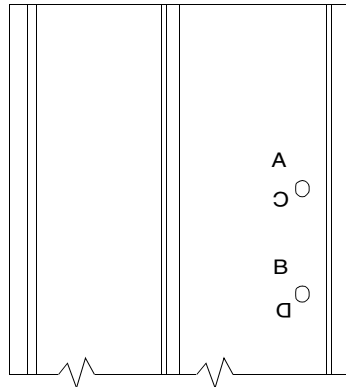

FIGURE 1-2 Lettres désignant les perforations sur le support de fixation
- FIGURE 1-2 Lettres désignant les perforations sur le support de fixation 1-3
Les perforations situées aux extrémités des supports sont désignées par des lettres (FIGURE 1-2). Ne tenez pas compte des lettres qui apparaissent à l'envers, elles seront orientées correctement à l'autre extrémité du support.